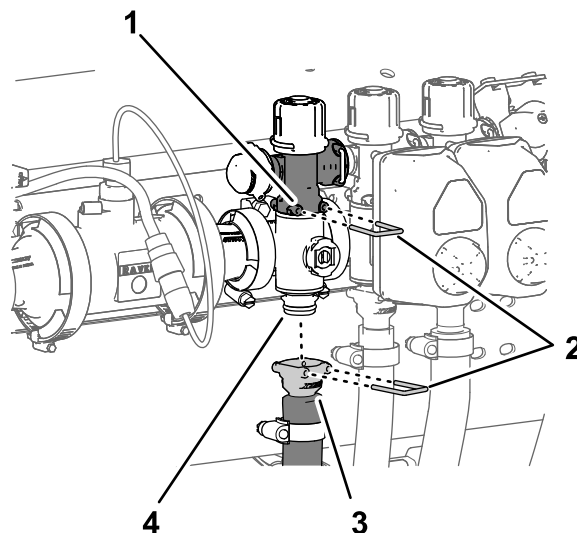

Figura 125
1. Retire o pino de ligação rápida que prende o acoplador de ligação rápida para a válvula de distribuição de secção à válvula do coletor da secção (Figura 125).
2. Retire o pino de ligação rápida que prende o acoplador de ligação rápida para o tubo de fornecimento de secção ao coletor para a união de ligação rápida da válvula do coletor da secção (Figura 125).